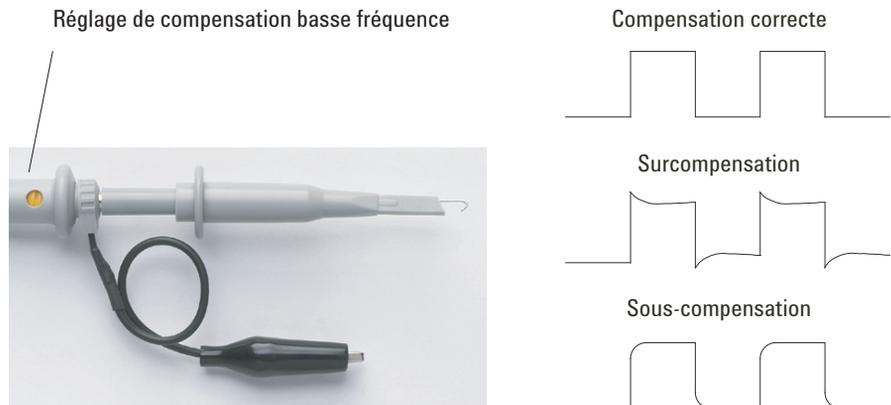

Figure 4 Compensation de sonde basse fréquence
- 4 Si le signal n'est pas compensé correctement (voir **Figure 4**), utilisez un outil non métallique pour régler la compensation basse fréquence de la sonde et obtenir un signal carré le plus plat possible.